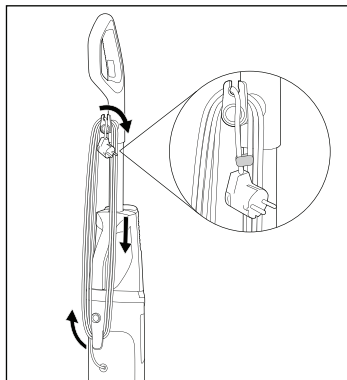

Fig. 44
- ♦ Avvolgere completamente il cavo di alimentazione ❶❸ intorno ai portacavo superiore e inferiore ❶❷/❶❹ (vedere fig. 44).